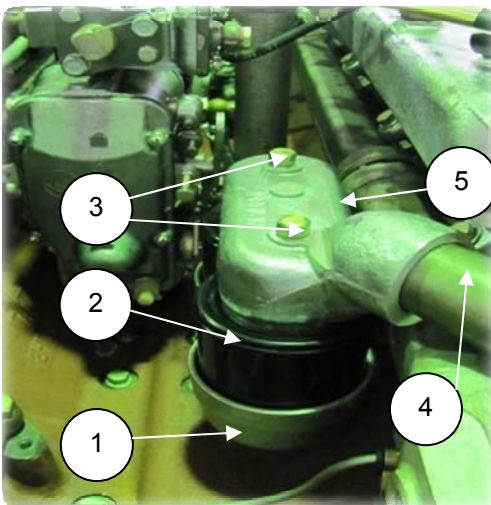

Рис. 6.49
5. Установить стакан (2) сапуна на корпус сапуна;
6. Установить прокладку крышки на стакан сапуна; завернуть болты предварительно на 2-3 нитки от руки (рис. 6.49);
7. Установить крышку сапуна (5) (840.1014141), собрать 2 болта М8 крепления крышки сапуна с шайбами,
8. Завернуть болты (3) (S=14) окончательно $M_{кр} = 1,7-2,0$ кгс·м;
9. Установить кольцо в отверстие крышки сапуна (рис. 6.49);
12. Смазать кольцо уплотнительное трубки отвода газов консистентной смазкой (“Литол-24”), вставить трубку отвода газов (4) (840.1014149-10) в патрубок крышки сапуна (рис. 6.49);